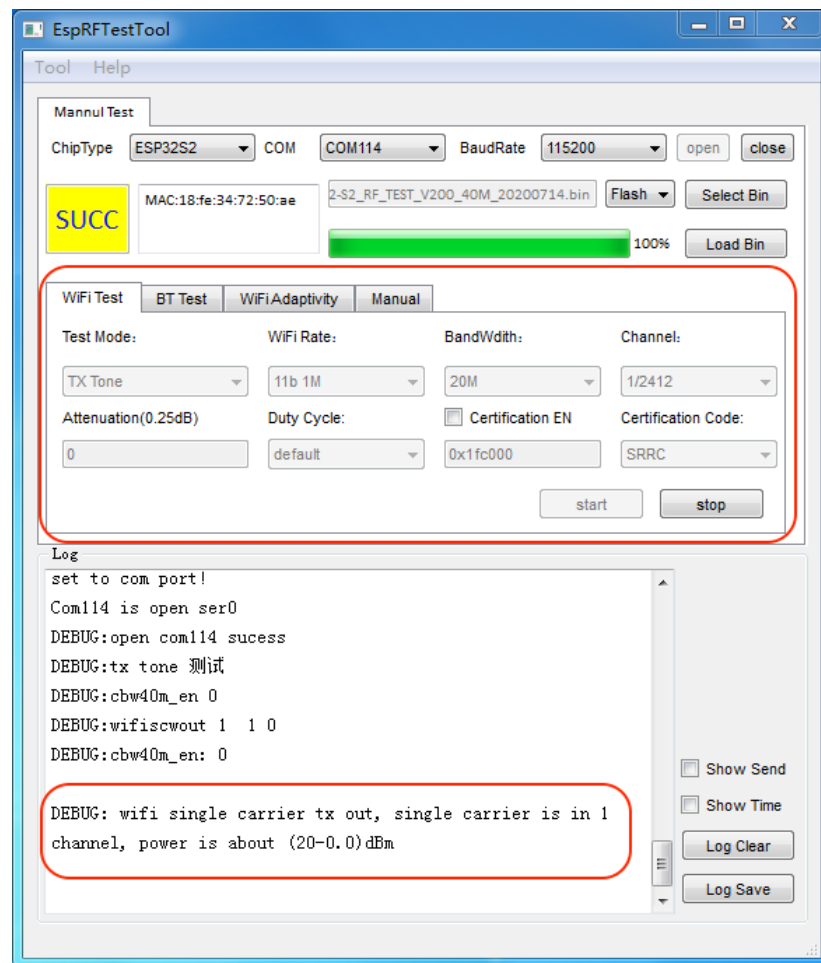

图 2-4. 单载波测试界面
- 对于单载波测试，需要在 **Test Mode** 选项选择 **TX Tone**，测试界面见图 2-4。